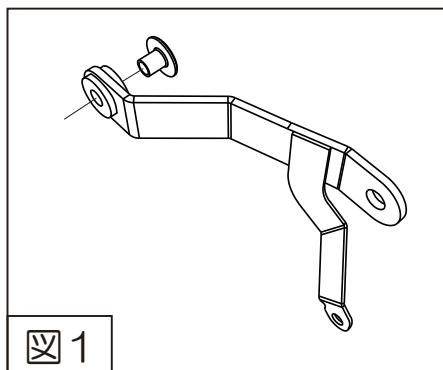

図1
- [②サブステー] に [④ゴムトラバー (サブステー用)] と [⑥ゴムットカラー] を挿入してください。 (図 1 参照)